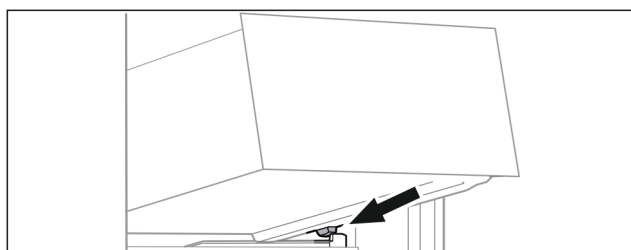

Fig. 75
- Nasad'te zásuvku šikmo za zarážky na žebrování na nádoby. (viz Fig. 75)